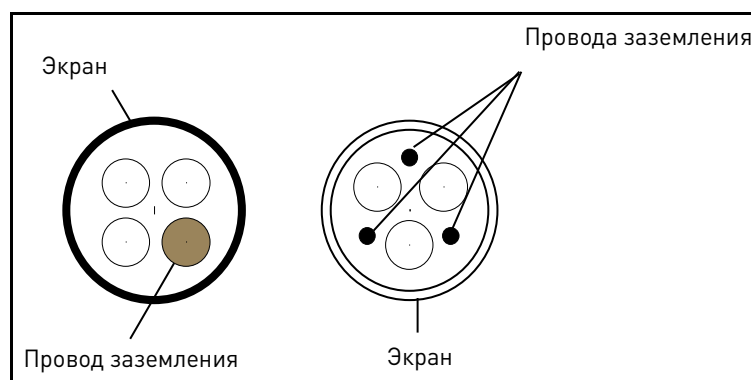

Рисунок 18.
- 2 = Симметричный питающий кабель оснащен концентричной защитой провода и предназначен для определенного напряжения сети (рекомендуется МСМК или аналог). См. Рис. 18.
- 3 = Симметричный кабель питания оснащен компактным экраном с низким сопротивлением и предназначен для определенного напряжения сети [рекомендуется МССМК, ЕМСМК или аналог; рекомендуемое сопротивление кабеля (1...30 МГц) максимум 100 мОм/м]. См. Рис. 18.